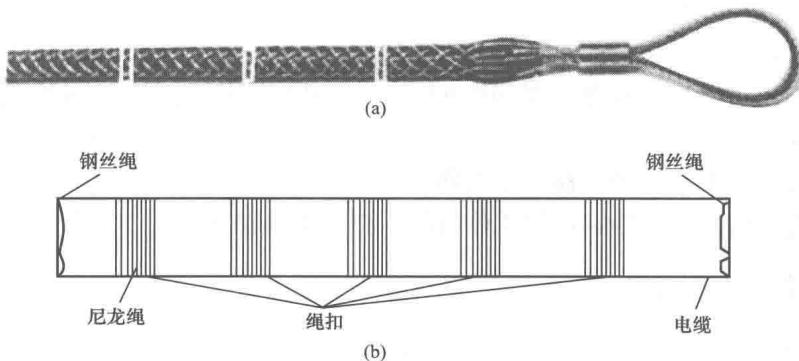

图 DL502 一个绑扎段示意图
- 3) 扎铜丝，在牵引网套的首部、中部、端部扎 3 处铜丝；如图 DL502 (a) 所示。
- 5) 绑绳扣，如图 DL502 (b) 所示。
- 1) 电缆 10m 为一个绑扎段，一个绑扎段做 4 扣，每扣间的距离为 1.5m，双股绑扎，如图 DL502 (b) 所示。